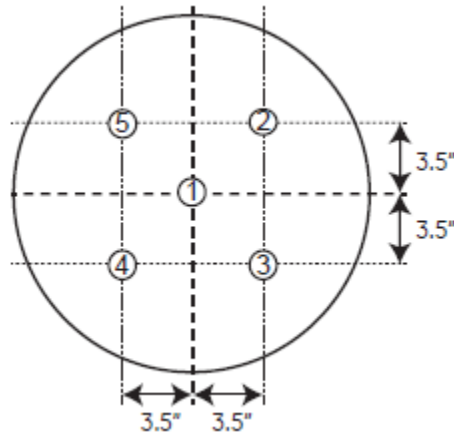

Abbildung 2-1 Lichtmesspunkte
5. Messen Sie mit einem kalibrierten BiliBlanket Light Meter II das Licht an den fünf in Abbildung 2-1 angezeigten Punkten und berechnen Sie deren Mittelwert. Achten Sie darauf, dass der Mittelwert mindestens $27 \mu\text{W}/\text{cm}^2/\text{nm}$ beträgt.